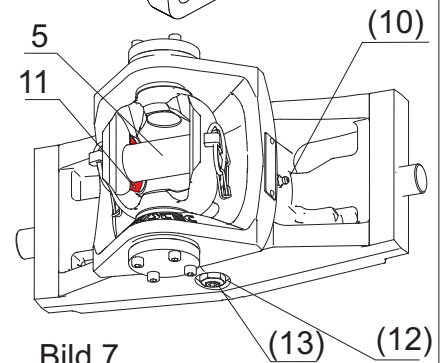

Bild 7
Sechskant-Mutter (12) SW19 lockern; Gewindestift (13) mit Innensechskantschlüssel SW 6 verdrehen, bis ein axiales Drehmoment von ca. 20Nm erreicht ist. Rechtsdrehung erzeugt ein höheres, Links-drehung ein geringeres Drehmoment. Abschließend die Kontermutter (12) wieder festziehen. [ Bild 7 ]
Kupplungsbolzen (5), Bohrung der Zugöse und die Gleitflächen (11) vor jedem Ankuppeln reinigen und einfetten [ Bild 7 ]
- Aus Funktionsgründen ist in jedem Fall dafür zu sorgen, dass der Kupplungsbolzen (5) und die Gleitflächen (11) vor jedem Ankuppelvorgang schmutzfrei und eingefettet sind. [ Bild 7 ]
- bei Ausführung mit Schmiernippel: entsprechend den Einsatzbedingungen die Lagerung über den Schmiernippel (10) schmieren (max. 1x pro Woche) Pro Schmiervorgang nicht mehr als zwei Hübe einer handelsüblichen Hebel Fettpresse einbringen.